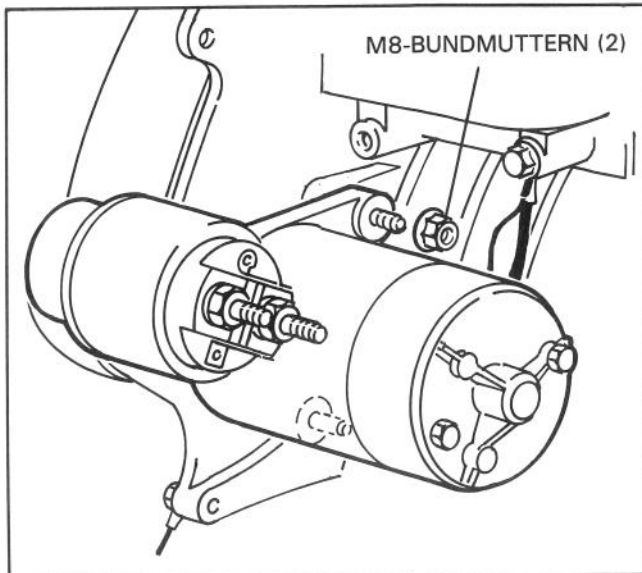

Abbildung 8
9. Anwerfmotoraufbau mit zwei M8-Bundmuttern an Motor anbringen (Abb. 8).